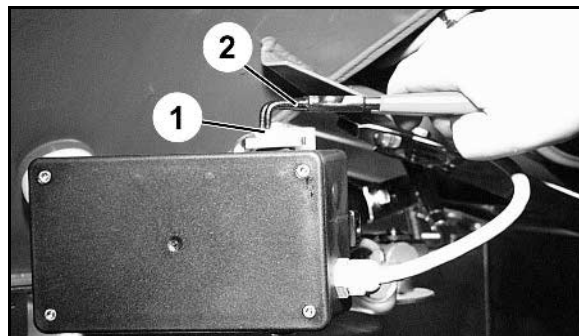

Fig. 12
1. Retirar ambos os cliques de segurança (Fig. 12/1) com o alicate de protecção (Fig. 12/2).